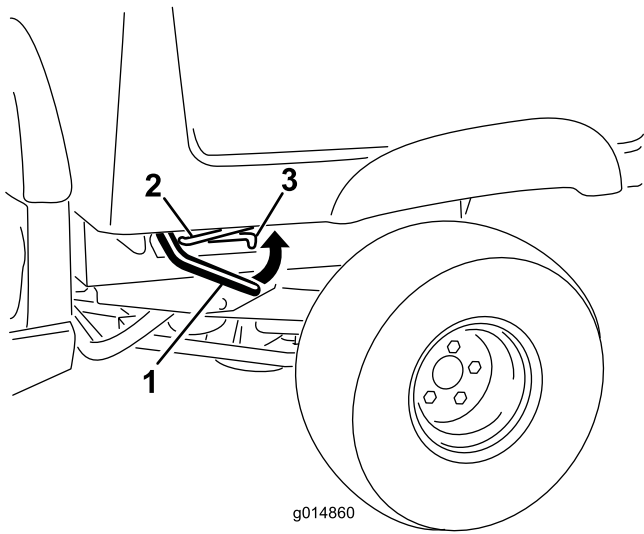

Figure 13
1. Levez le levier de chaque côté du plateau et élevez le plateau (Figure 13).
- Relevez légèrement le plateau en soulevant le levier de verrouillage (Figure 13).